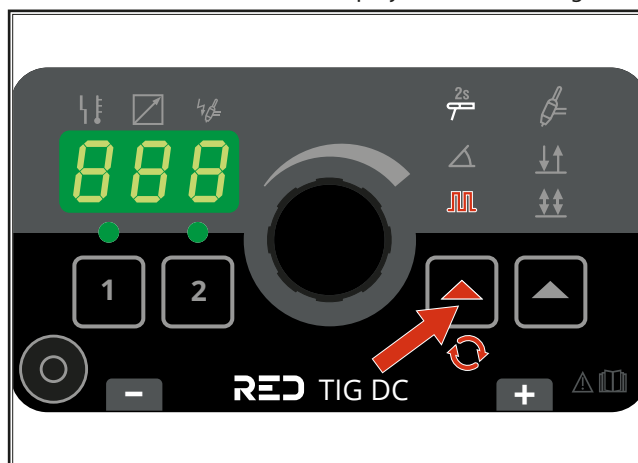

Fig. 11: Activer la pulsation
- ➔ Si la fonction Pulse est souhaitée, activez-la comme indiqué dans la Fig. 11.